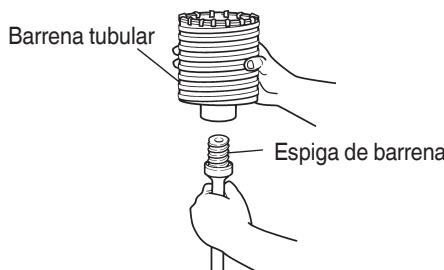

Fig. 17
- Montar la barrena tubular en su espiga. (Fig. 17) Lubricar la rosca de la espiga de la barrena tubular para facilitar el desmontaje.